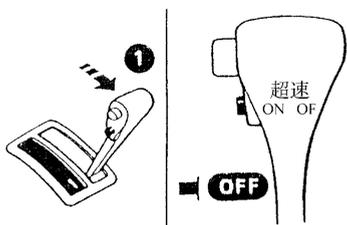

图 4-79 变速杆置于“1”位，超速档开关置于“OFF”
(4) 将变速杆置于“1”位，超速档开关置于“OFF”(图 4-79)。